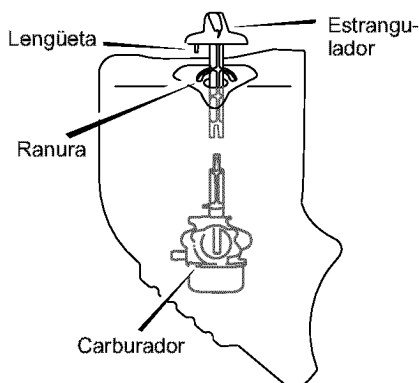

Figura 77
7. Alinee la lengüeta del estrangulador con la ranura de la cubierta protectora (vea la Figura 77).